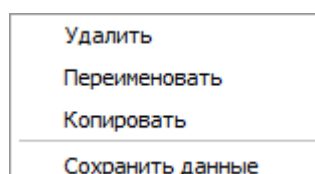

Рис. 210
18.8.1.12. Для работы с графиками могут быть использованы команды контекстного меню (рис. 210), которое можно вызвать из окна 1D визуализации или из окна «Список графиков».